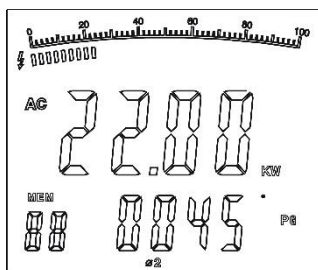

Figura 9
2. Após gravar a medição da potência de corrente da primeira fase, pressione SEL para escolher  $\text{Ø}2$ . A tela dupla mostra o valor kW de potência ativa e o valor PG bifásico, como na figura 9.